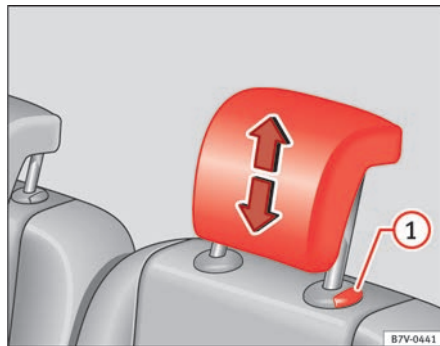

Fig. 87 Desmontar el apoyacabezas trasero.
- Extraiga el apoyacabezas por completo manteniendo pulsada la tecla ⇒ fig. 87 .